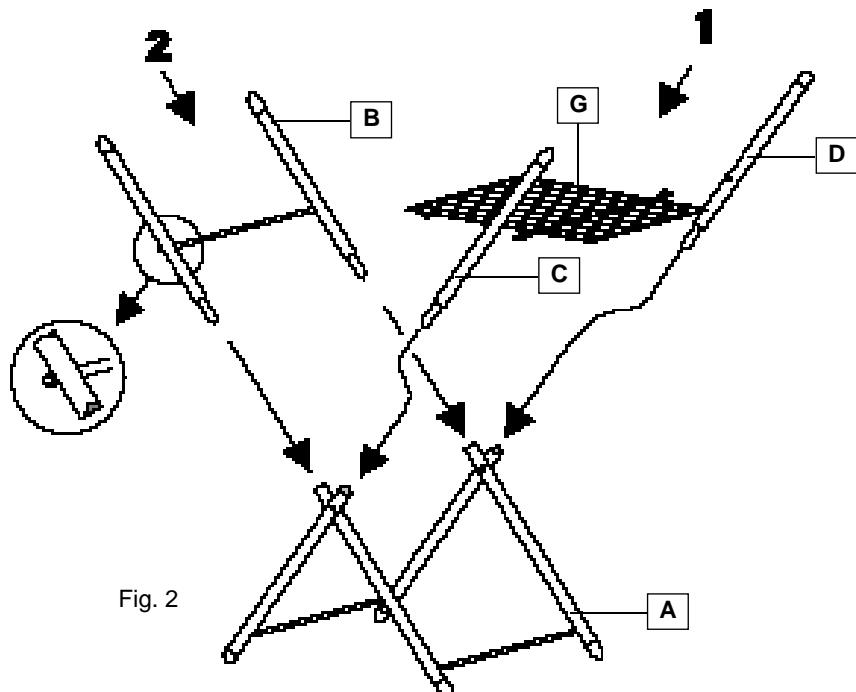

Fig. 2
- 3) Introducir el brazo externo B en los asientos al efecto de las patas del caballete A, teniendo cuidado de que el travesaño de unión esté colocado tal como se muestra en la Fig. 2.